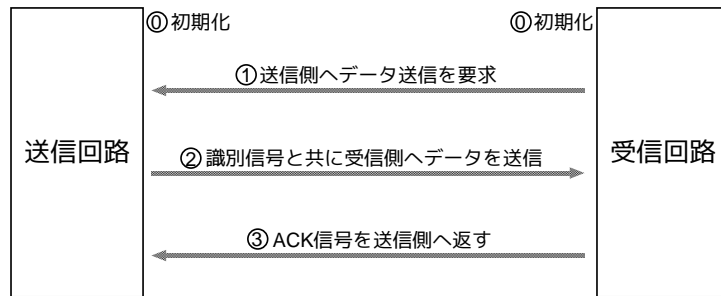

図 5: データ送受信の流れ
本実験で設計するデータ送受信方式の模式図を図 5 に示す。この方式は，以前よりパソコン通信等で用いられていたプロトコルである XMODEM と呼ばれる非同期伝送方式を基本としたものである。本実験では，1 つの 8 ビットデータの送受信を行う平行伝送回路を設計するが，図 5 の① ~ ③ を繰り返すことにより，多数の 8 ビットデータを伝送することができる。なお，今回はストップビットやパリティビットは実装していない。